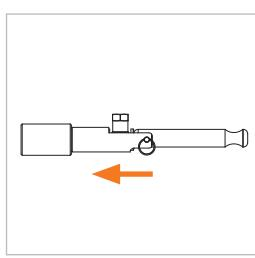

Abbildung 4
► Greifen Sie den Adapter am Grundgerät (Pos. 1) und stecken Sie ihn gerade und bis zum Anschlag auf den Prüfling auf (*Abbildung 4*). Dadurch wird eine Beschädigung der Frontdichtung durch eventuell scharfe Kanten am Prüfling vorgebeugt und das richtige Anschließen gewährleistet.